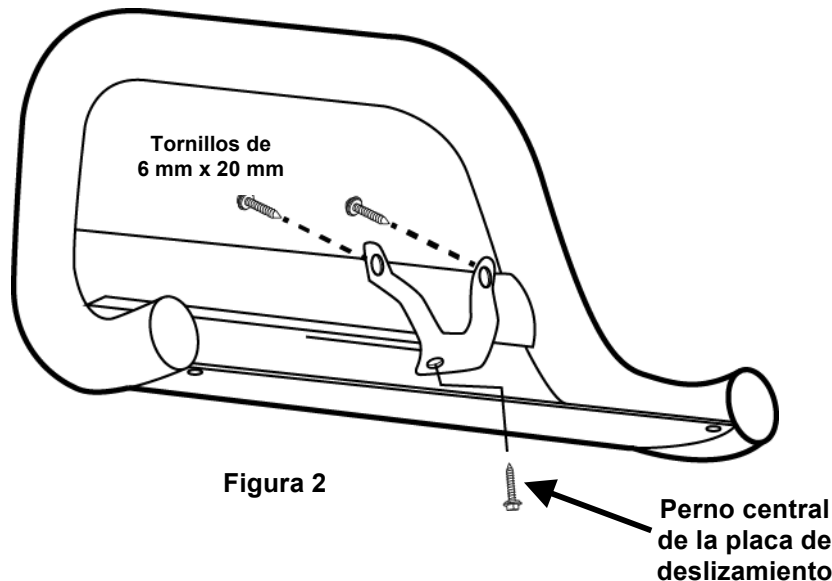

Figura 2
3. Retire el perno de la placa de deslizamiento central de la parrilla delantera. Coloque el soporte de reubicación contra tubo transversal y en la parte superior de la placa de deslizamiento. Sujete el soporte de reubicación a la parrilla delantera con el perno de la placa de deslizamiento que se quitó en este paso (Figura 2). Ajuste en este momento.
4. Fije la placa al soporte de reubicación con los tornillos incluidos (2) de 6 mm x 20 mm. Ajuste en este momento.